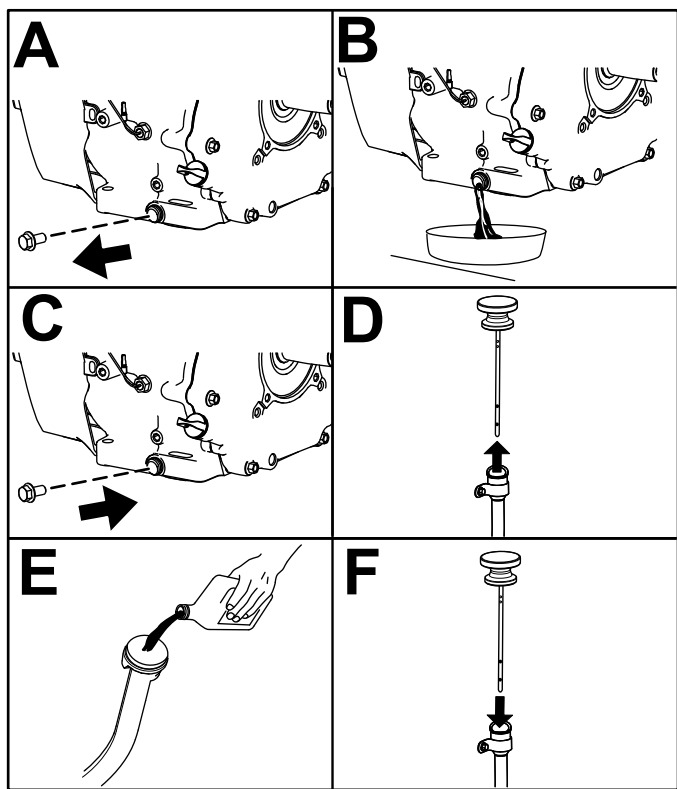

Figura 39
6. Cambie el aceite del motor como se muestra en Figura 39.